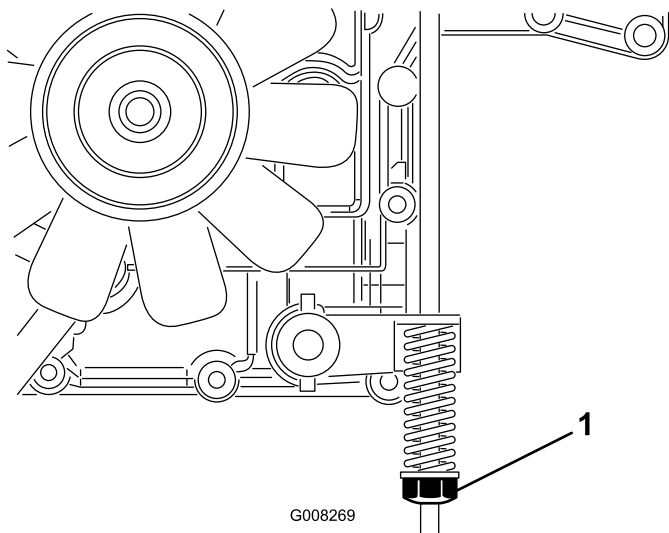

Figura 35
Il freno di stazionamento si trova sul lato destro del ponte posteriore, all'interno del pneumatico posteriore (Figura 35).
3. Girate in senso orario il dado di regolazione del freno, fin quando non riuscirete a spingere la macchina (Figura 35).